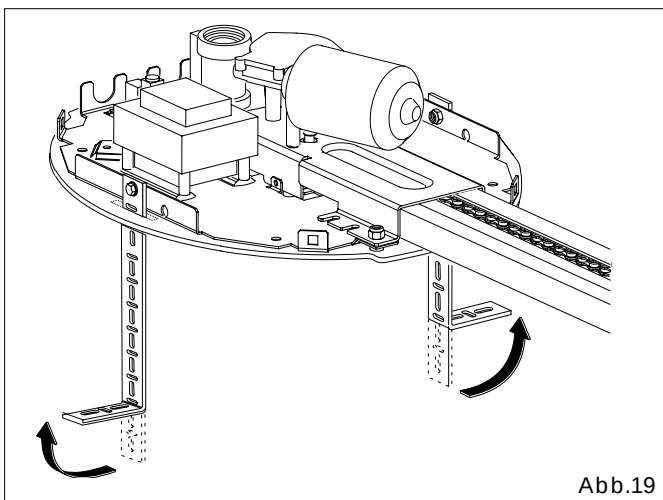

Abb.19
6.10 Die Befestigungsbügel auf das erforderliche Maß zurechtbiegen (Abb.19).